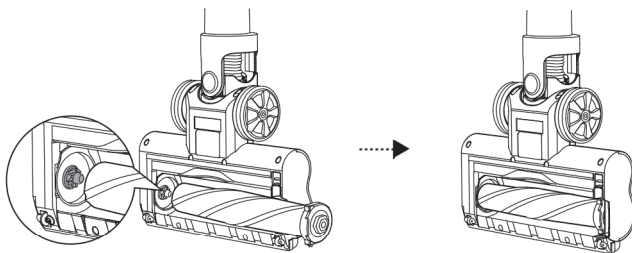

FIG. 22
5. Ponownie zainstaluj szczotkę obrotową, wkładając najpierw stały wystający koniec, a następnie wciskając ją na miejsce, do momentu kliknięcia. (RYS.22)